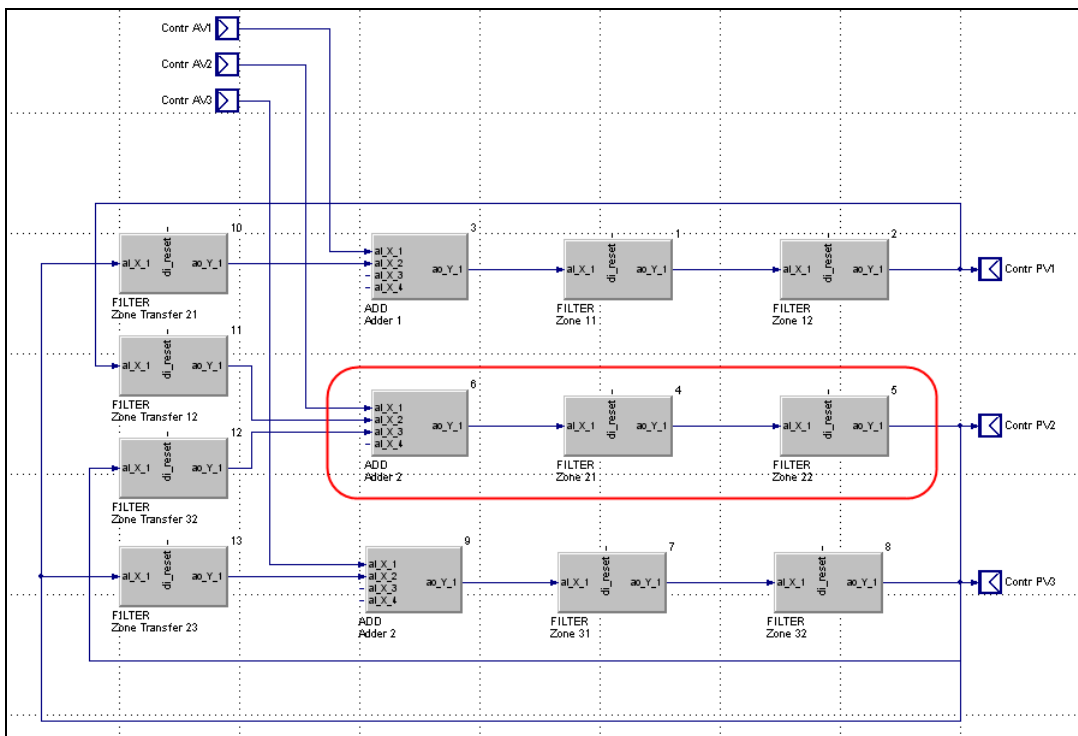

Abb. 318: Praxisbeispiel: Programmbaustein "PROCESS"
- Bausteine kopieren:** Kopieren Sie die in der Abbildung oben (Abb. 318) markierten Bausteine und fügen diese in dem Makro ein. Benennen Sie die Bausteine entsprechend der Abbildung unten.